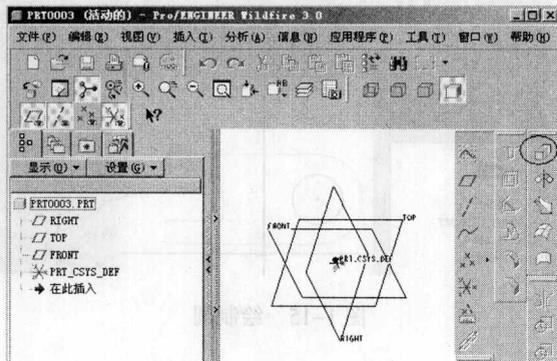

图 1-10 选择拉伸工具
- (1) 在基础特征工具栏单击拉伸工具按钮，如图 1-10 所示。